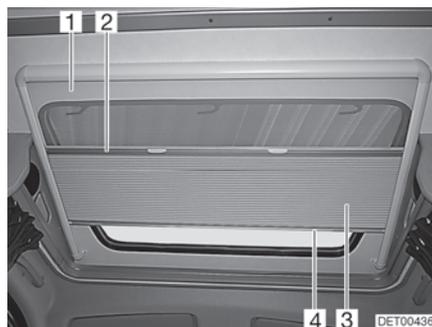

Fig. 39 Lucernario
La tendina oscurante pieghevole (Fig. 39,3) è fissata alla protezione contro gli insetti (Fig. 39,1).
- Afferrare la tendina oscurante pieghevole al centro dell'asta di chiusura (Fig. 39,4) e tirare delicatamente verso il basso.
Apertura: ■ Ricodurre lentamente la tendina oscurante pieghevole sull'asta di chiusura (Fig. 39,4).
Chiusura: ■ Afferrare la protezione contro gli insetti al centro dell'asta di chiusura (Fig. 39,2) e tirarla delicatamente verso il basso.
Apertura: ■ Ricodurre lentamente la protezione contro gli insetti sull'asta di chiusura della tendina oscurante pieghevole (Fig. 39,4).